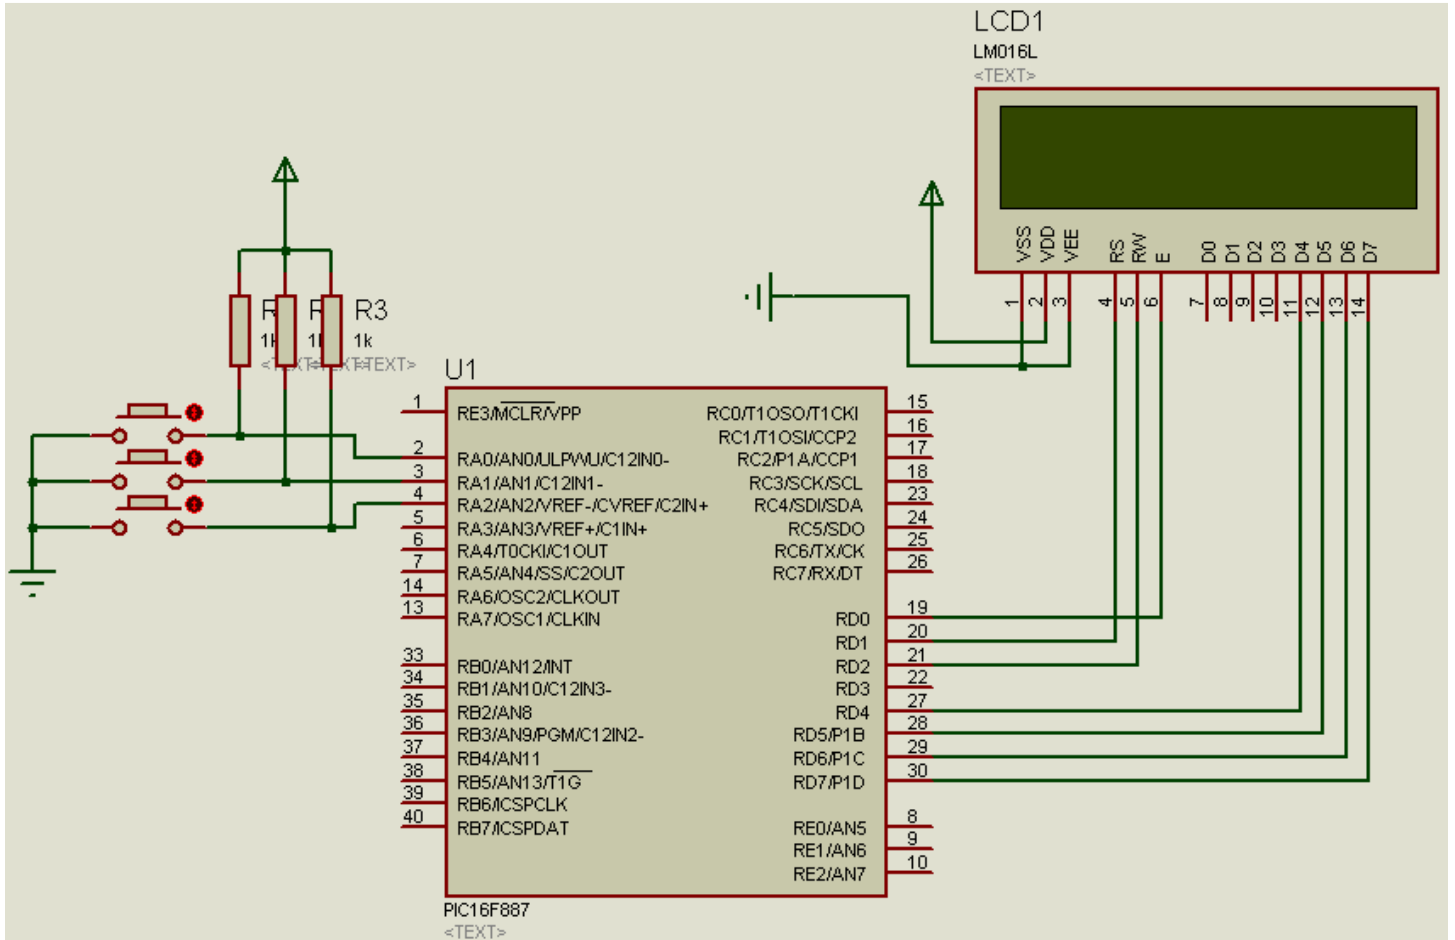

Figura 6.1
**Ejemplo 1: Armar el circuito de la figura 6.1 y probar el siguiente programa, además de simularlo en Proteus.**